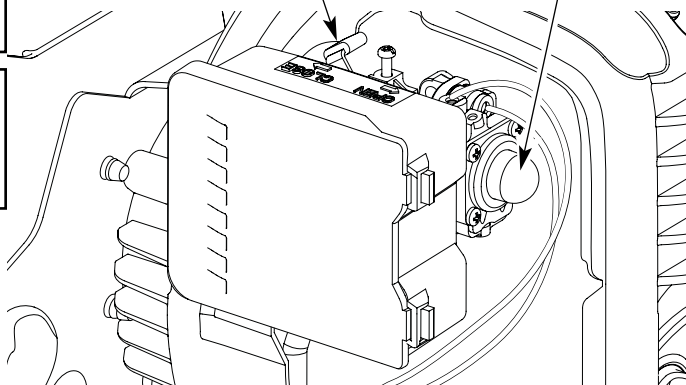

Fig. 9
3. Oprima por completo y libere la pera del cebador 10 veces, lentamente. Deberá verse alguna cantidad de combustible en la pera del cebador y en las tuberías de combustible (Fig. 9). Si no puede ver combustible en la pera, oprima y suelte la pera tantas veces como sea necesario hasta que vea combustible en la misma.